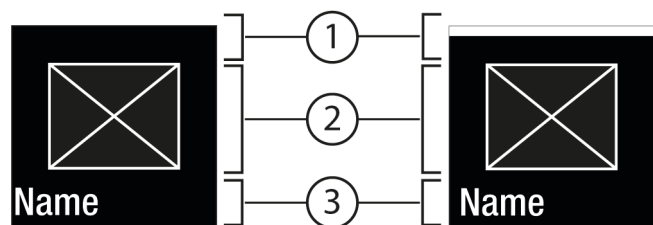
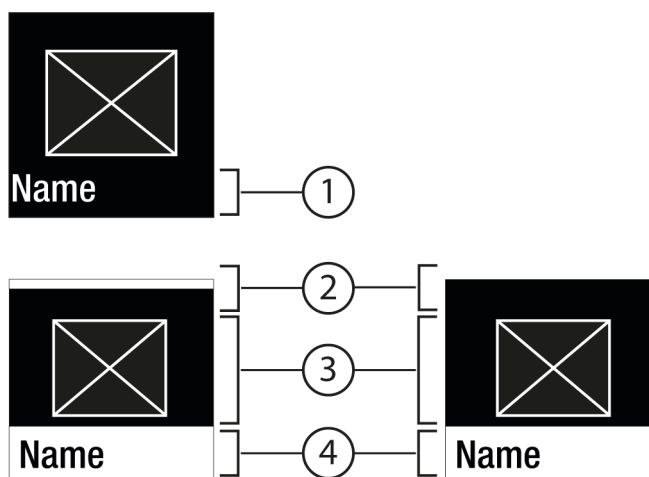

Fig. 6
Fig. 7
- Pomocou Potvrdiť Fig. 5 (2) vyvolajte podmenu Fig. 7 (4).
- Nastavenie novej hodnoty: Pomocou Potvrdiť Fig. 5 (2) vyberte deaktivovanú hodnotu Fig. 6 (1).
- Späť na menu: pomocou Potvrdiť Fig. 5 (2) vyberte už aktivovanú hodnotu Fig. 6 (2).
- ▷ Stav: aktivovaná Fig. 6 (1) sa krátko objaví v podmenu Fig. 7 (4).